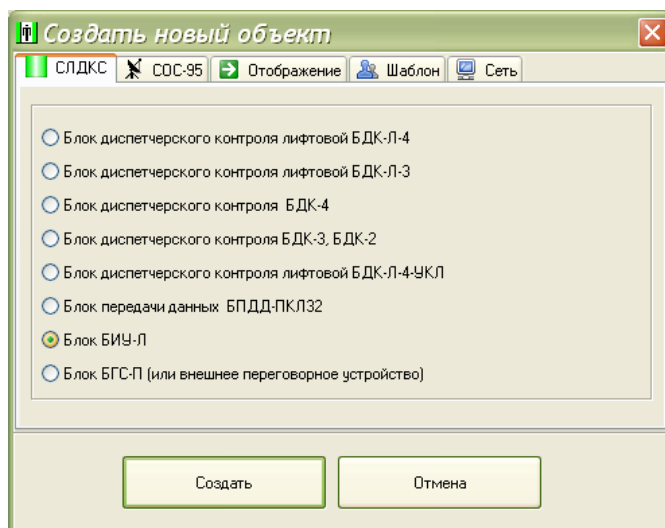

Рисунок 42
1) В контекстном меню выбрать пункт «Создать новый объект», на вкладке «СЛДКС» выбрать блок БИУ-Л (рисунок 42).